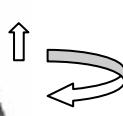

Figure 2
-Tourner la commande d'actionnement dans le sens des aiguilles d'une montre, de sorte que celui-ci reste en position « marche », (figure 2).